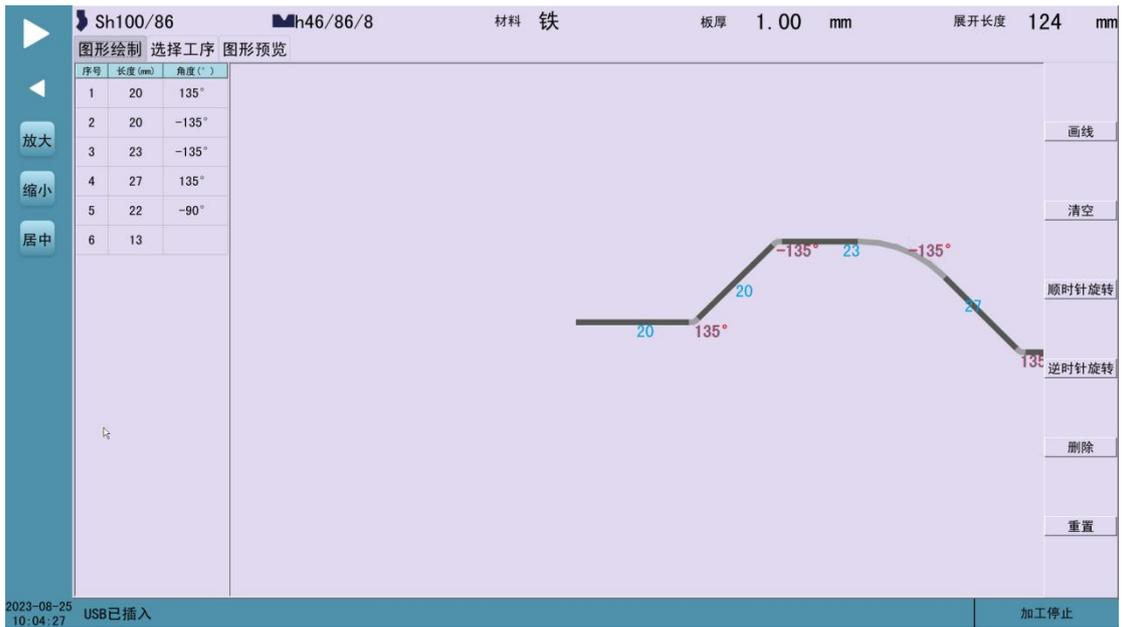

图 3-12 图形编辑初始界面
2) 输入产品名点击确定后进入初始状态的图形编辑界面，如图 3-12 所示。